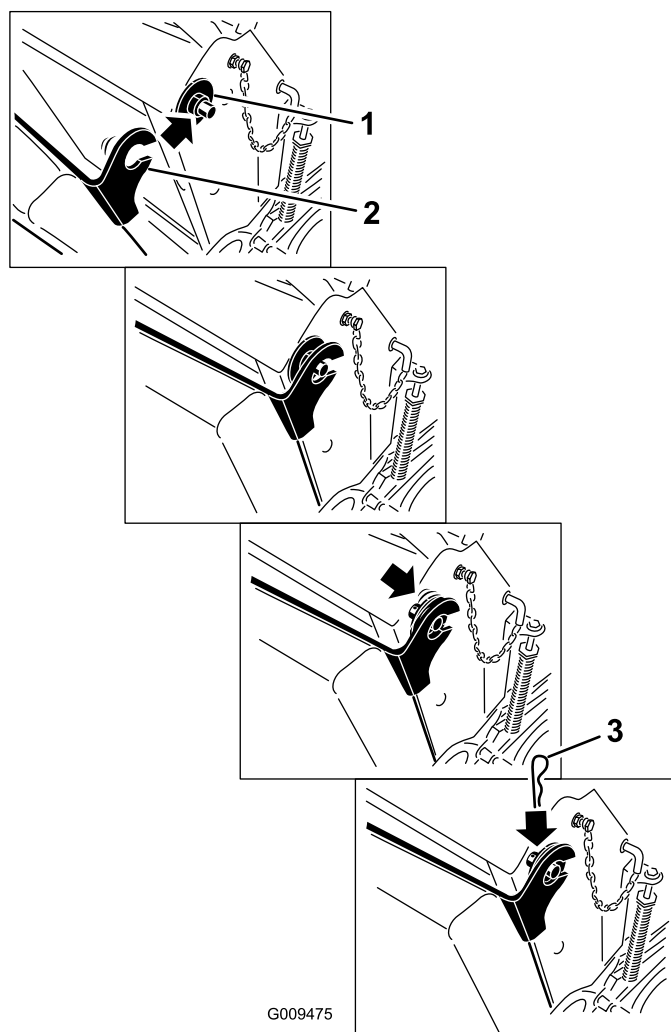

Figura 35
6. Levante el cojín y deslícelo sobre los pasadores en cada lado de la máquina (Figura 35).
7. Introduzca las arandelas grandes con casquillos de plástico en los soportes del cojín y sujételos con pasadores de horquilla (Figura 35).